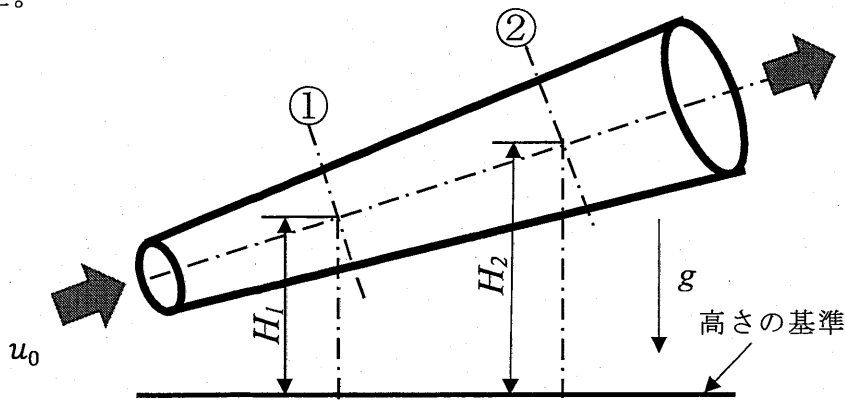

図4-1 傾斜がついた拡大管路流れ
問1 図4-1に示すように、傾斜がついている拡大管路（円管）内を水が流れている。水は左方向から右方向に流れており、管摩擦や流れの拡大などによる各種損失はないものとして考える。このような状態の場合、以下の問いに答えよ。なお、解答における文字式の記号は以下に示す一覧から選択して使用すること。
- (1) ①の面と②の面との間に成り立つベルヌーイの定理による式を文字式のみで示せ。その際、各断面における高さは図4-1で示す高さの基準面から断面における管の中心までの距離として考えること。
- (2) (1)の結果を用いて②の面における圧力 P_2 と①の面における圧力 P_1 との差である $P_2 - P_1$ を文字式のみで示せ。なお、式を整理した上で $P_2 - P_1 =$ の形にすること。
- (3) ①の面における流速 u_1 と②の面における流速 u_2 との関係を文字式のみで示せ。なお、①の面における管の直径 d_1 および②の面における管の直径 d_2 が必ず入るようにし、式を整理した上で $u_2 =$ の形にすること。
- (4) (2), (3)の結果を用いて②の面における圧力 P_2 と①の面における圧力 P_1 との差である $P_2 - P_1$ を文字式のみで示せ。なお、式中には①の面における管の直径 d_1 および②の面における管の直径 d_2 が必ず入るようにし、式を整理した上で $P_2 - P_1 =$ の形にすること。